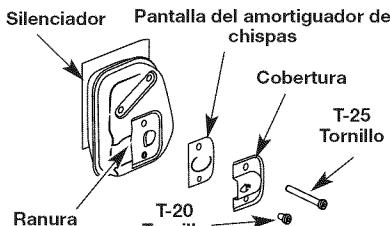

Fig. 35
- Con un destornillador de vástago plano o broca Torx T20, saque el tornillo que conecta la cubierta del amortiguador de chispas al silenciador (Fig. 35).